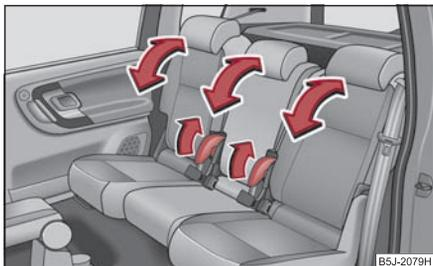

Fig. 66 Ajuste del respaldo
- Tirar de la palanca ⇒ fig. 66 y ajustar la inclinación de respaldo de la deseada. ■
- Tirar de la palanca ⇒ fig. 66 y abatir el respaldo completamente hacia delante.